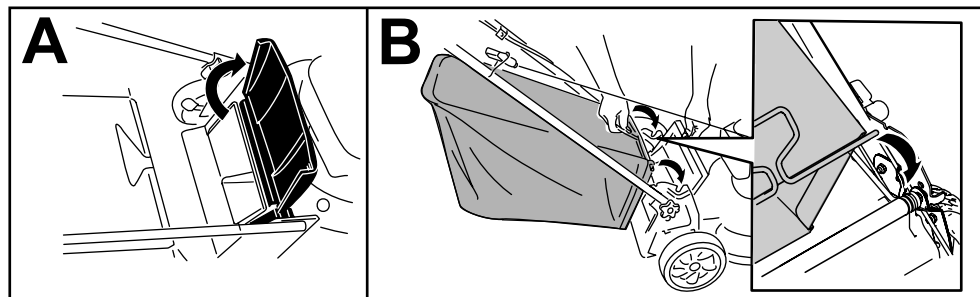

Bild 21
1. Heben Sie das hintere Ablenkblech an und halten Sie es hoch (A von Bild 21).
2. Setzen Sie den Grasfangkorb ein, stellen Sie sicher, dass die Stifte am Fangkorb in den Kerben am Holm sind (B von Bild 21).